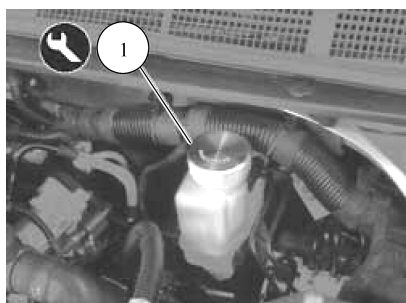

图 4-10 在储液罐上安装顶盖
- 24) 拧松制动/离合器储液罐塞并安装工具 1 (顶盖)，如图 4-10 所示。